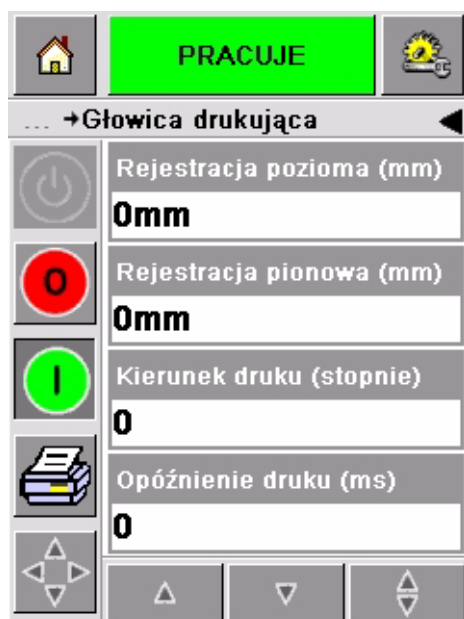

Рисунок 4-14: Страница установки печатающей головки для применения в прерывистом режиме
Рисунок 4-14 отображает страницу установки печатающей головки для принтеров, которые были установлены для работы на упаковочных машинах в прерывистом режиме (печатают только когда материал для печати находится в неподвижном состоянии).
- 3 Нажмите кнопку «Printhead» (печатающая головка), чтобы открыть страницу установки печатающей головки (Рисунок 4-14 на странице 4-12 и Рисунок 4-15).